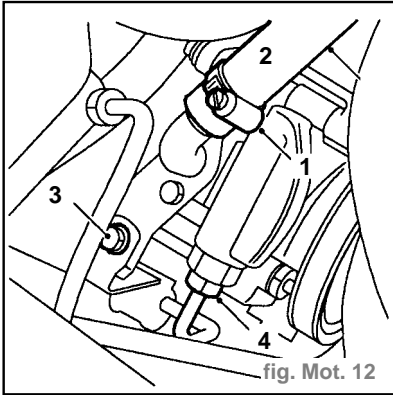

fig. Mot. 12
- Desserrer le collier maintenant le flexible d'arrivée de liquide sur la pompe de direction assistée (1) (fig. Mot. 12).
- Débrancher le flexible d'entrée de liquide de la pompe de direction assistée (2).
- Enlever le boulon maintenant l'attache de flexible de sortie de liquide sur le support (3).
- Desserrer le raccord union et débrancher le flexible de sortie de liquide de la pompe de direction assistée (4).